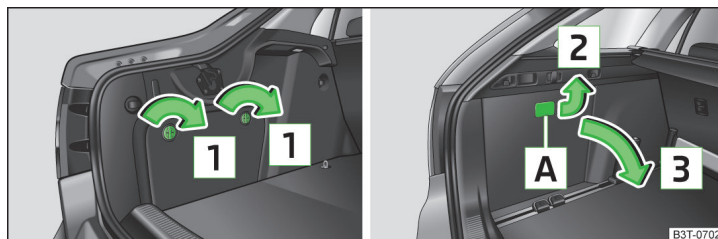

Abb. 108 Fach mit Batterie öffnen: Superb / Superb Combi
Die Bolzen z. B. mit einer Münze oder einem Schlitzschraubendreher in Pfeilrichtung **1** öffnen » Abb. 108.
Z. B. eine Münze in den Schlitz **A** einsetzen und diese in Pfeilrichtung **2** anheben » Abb. 108.